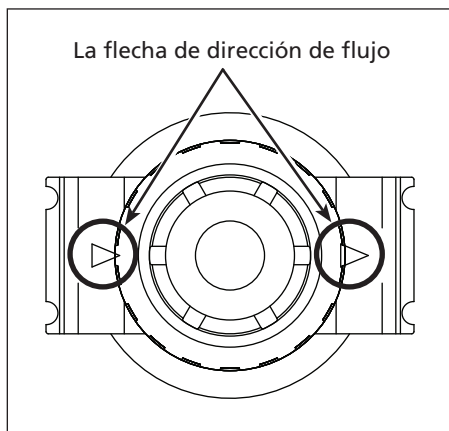

Figure 2 - Detalle mostrando ubicación de la flecha de dirección de flujo
5. Verificar que las puntas de las flechas apunten en la dirección del flujo de aire. (Vea Fig. 2).